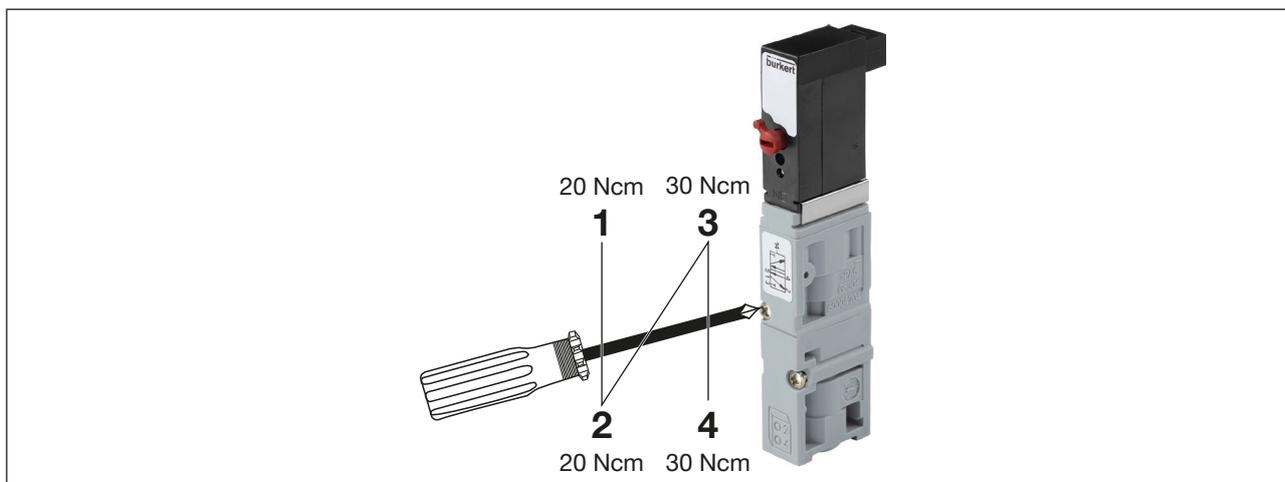

Figure 38 : Serrage des vis lors du remplacement de la vanne
- Serrer les vis de fixation en quinconce en respectant le couple de serrage (voir « Figure 38 »).